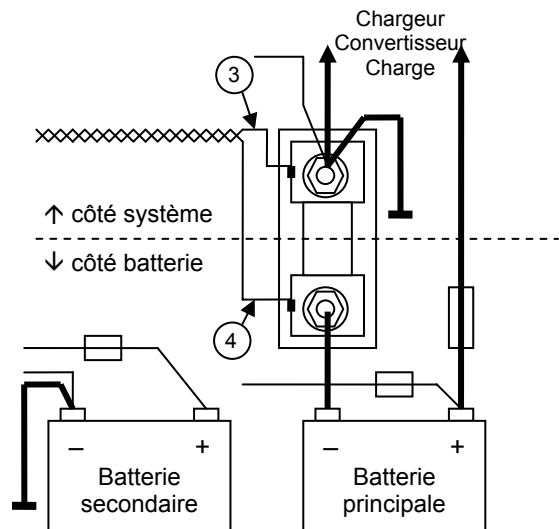

Figure 3
4. Faire passer les fils torsadés (2 x 0,25 mm2) entre le shunt et le *Masterlink MICC*. S'assurer qu'ils sont assez longs pour être raccordés au côté gauche du shunt. Le tension de sortie du shunt étant très faible (entre 0 et 50 mV), il est donc essentiel que les branchements soient fiables. Eviter la corrosion des connexions et du câblage. Veiller à ce que les branchements côté système et côté batterie soient effectués correctement (3 et 4) (voir figure 3). La longueur maximum de ce câble ne doit pas dépasser 25 mètres / 80 ft.
11. Raccorder le fil négatif du système au côté système (voir figure 3) du shunt.
12. Raccorder la borne négative de la batterie secondaire (de démarrage) au côté système (figure 3) du shunt
13. Raccorder le côté batterie du shunt (figure 3) à la borne négative de la batterie principale